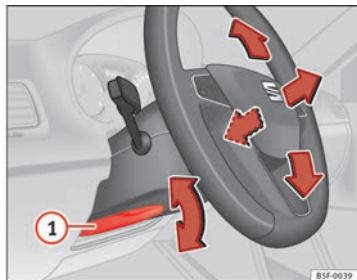

Abb. 85 Hebel auf der linken unteren Seite der Lenksäule
- Drücken Sie den Hebel ① ⇒ Abb. 85 nach unten ⇒ ⚠.